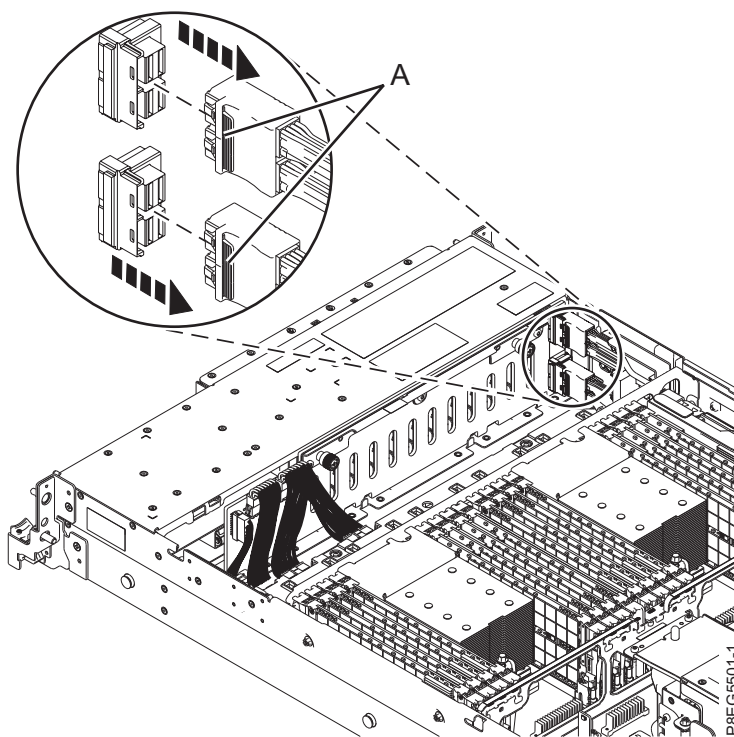

Figura 2. Desconexión de los cables SAS frontales
3. Etiquete los cables SAS frontales, prestando atención a los conectores a los que se conecta cada cable en la placa posterior de la unidad de disco y el adaptador interno SAS RAID. Desconecte los cables SAS frontales de la placa posterior de la unidad de disco presionando el pestillo (A) y desenchufando el cable, como se muestra en la Figura 2.